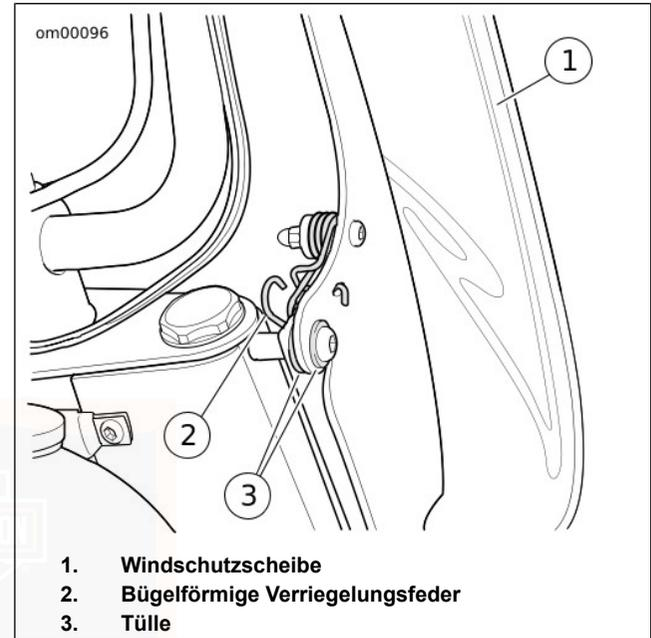

Abbildung 32. Windschutzscheiben-Baugruppe
1. Siehe Abbildung 32. Mit den Fingern in die Drahtbügelverschlussfedern (2) an beiden Seiten der Windschutzscheibe (1) hineinreichen und den oberen Teil der Windschutzscheiben-Baugruppe nach vorn verschieben, bis die oberen Halterungsrasten von den Tüllen (3) gleiten.
1. Siehe Abbildung 32. Mit den Fingern in die Drahtbügelverschlussfedern an beiden Seiten der Windschutzscheibe hineinreichen und den unteren Teil der Windschutzscheibenhalterung mit den Rasten auf die unteren Tüllen schieben.